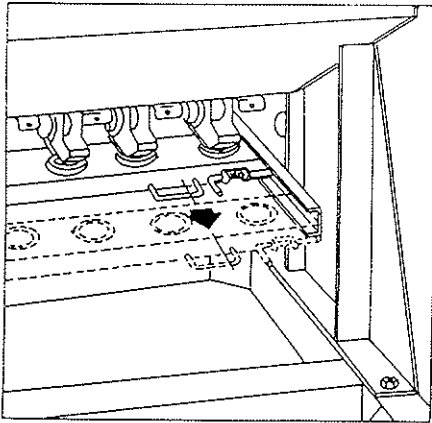

Fig. 1
**UNO.-** Paso estrecho, espolones pequeños para semillas finas (Fig. 1).
A) Modificar la apertura inferior de la trampilla según el tamaño de la semilla (Fig. 1,2 y 3).
**PRIMERO.-** Deslizar la barra portaboquillas hacia delante, soltando los gatillos que la mantienen en su posición de trabajo, hasta la posición para colocar la bandeja (Fig. 1).